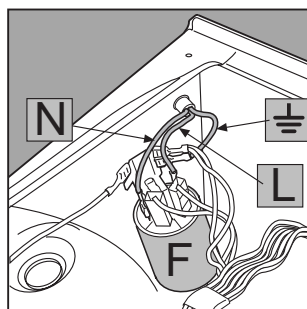

Fig. 2
3. Desconecta los cables del filtro antiinterferencia **F** [fig. 2] prestando atención a su posición (cable azul = **N**; cable marrón = **L**);